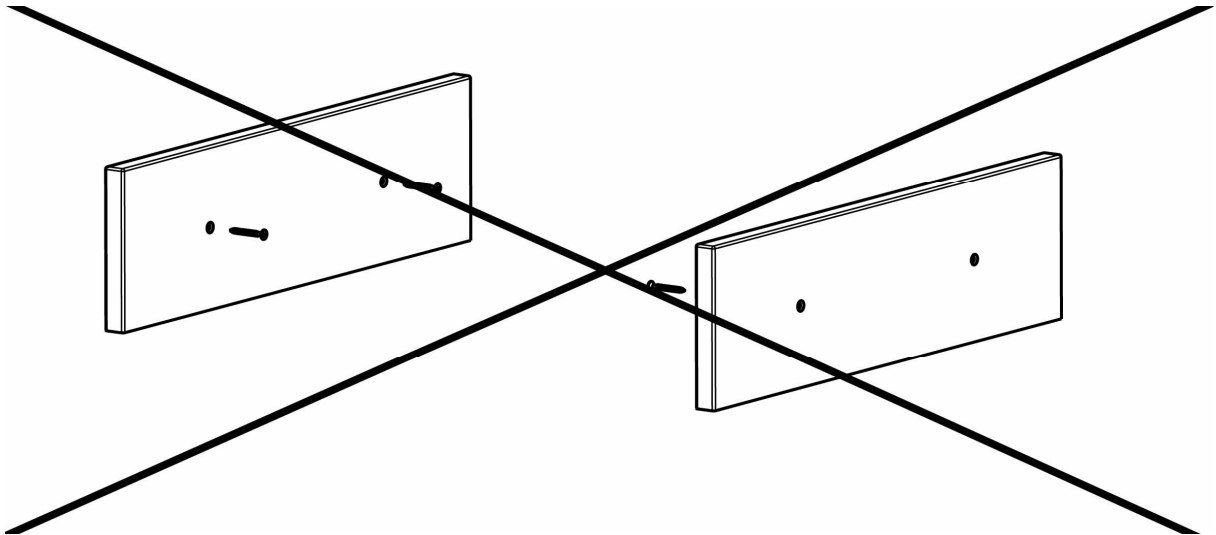

Abb. 1: Unterschrank
2. Aufbau des Unterschrankes (siehe Abb. 1)